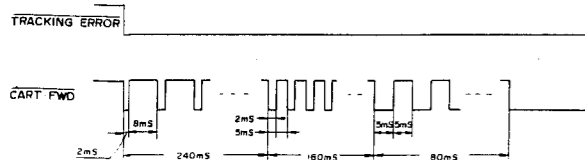

Figure 25-5
For example, at the start of playing the side A of a record, the tonearm is kept slantwise the angle of which is detected by the photo interrupter LED507 (now there is a light emission to the LED507), and the resultant signal (high level) is applied to pin ⑨ of IC507 where it is phaseinverted and shaped in waveform. Thus the signal becomes a low level signal and is sent to pin ④① of the microcomputer. Then the signal goes out of pin ⑤ of the microcomputer, which is a pulse shown in Fig. 25-5, and drives the cartridge motor, thus causing the tonearm to move forwards. As the tonearm further moves forwards, its slanting angle is no more detected by the LED507 (now there is no light emission to the LED507). Then the output of LED507 becomes low level so that the microcomputer is given no signal to stop rotation of the cartridge motor. This process is repeated as far as the record is playing. If there is something accidental to make slantwise the tonearm, the microcomputer works in such a way as to stop the tonearm forward motion: the tracking error is detected only when the tonearm is descending on the record surface where the low level signal from pin ④① of the microcomputer is emitted to drive the tracking sensor. The photo interrupters LED507 and LED508 are connected to IC502 (for driving the side A/side B indicator LED), and either LED507 or LED508 is selected with the output signal from the IC502 so that the tracking error detection occurs for either the side A playing or the side B playing.
Zu Beginn des Abspielens der Seite A einer Schallplatte wird der Tonarm schräg gehalten; der entsprechende Winkel wird vom Photounterbrecher LED507 erkannt (Lichtdurchstrahlung zum LED507), und das sich ergebende (hochpegelige) Signal wird dem Stift ⑨ von IC507 zugeleitet, wo es phasenumgekehrt und wellenförmig wird. Auf diese Weise wird das Signal zu einem niederpegeligen Signal, das dem Stift ④① des Mikrocomputers zugeleitet wird. Das Signal wird dann vom Stift ⑤ des Mikrocomputers abgeleitet; hierbei handelt es sich um einen in Abb. 25-5 gezeigten Impuls, der den Tonabnehmermotor antreibt, so daß sich der Tonarm vorwärts bewegt. Während sich der Tonarm vorwärts bewegt, wird dessen Neigungswinkel nicht mehr vom Photounterbrecher LED507 erkannt (keine Lichtdurchstrahlung zum LED507). Der Ausgang vom LED507 wird dann niederpegelig, so daß dem Tonabnehmermotor kein Signal zum Anhalten der Drehung des Tonabnehmermotors zugeleitet wird. Dieser Vorgang wird während der Dauer der Schallplattenwiedergabe wiederholt. Kommt der Tonarm aus Versehen in eine schräge Lage, sorgt der Mikrocomputer für einen Halt der Tonarm-Vorwärtsbewegung: der Abtastfehler wird nur beim Absenken des Tonarmes auf die Schallplattenoberfläche erkannt, wo das niederpegelige Signal vom Stift ④① des Mikrocomputers zum Antreiben des Spurfehl-Winkelsensors abgeleitet wird. Die Photounterbrecher LED507 und LED508 sind mit dem integrierten Schaltkreis IC502 (zum Antreiben der Leuchtdiodenanzeigen für die Seiten A und B) verbunden, und entweder LED507 oder LED508 wird durch das Ausgangssignal vom IC502 gewählt, so daß der Abtastfehler entweder beim Abspielen der Seite A oder B erkannt wird.
Par exemple au démarrage de la lecture de la face A d'un disque, le bras est maintenu incliné à un angle qui est détecté par le photo-interrupteur LED507 (il y a maintenant une émission de lumière à la LED507) et le signal résultant (de niveau haut) est appliqué à la broche ⑨ de IC507 où sa phase est inversée et son onde est formée. Le signal devient ainsi un signal de niveau bas qui est envoyé à la broche ④① du microprocesseur. Puis le signal sort à la broche ⑤ du microprocesseur, qui est l'impulsion montrée sur la Fig. 25-5 et entraîne le moteur de la cellule, avançant ainsi le bras. Comme le bras se déplace vers l'avant, son angle d'inclinaison n'est plus détecté par la LED507 (maintenant il n'y a pas d'émission de lumière à la LED507). Puis la sortie de la LED507 passe au niveau bas de telle sorte que le microprocesseur ne reçoive pas de signal et arrête l'opération du moteur de la cellule. Ce procédé est répété tant que le disque est lu. S'il y a un fait accidentel qui incline le bras, le microprocesseur fonctionne pour arrêter le mouvement d'avance du bras: l'erreur de pistage n'est détectée que quand le bras est en cours de descente sur la surface du disque où le signal de niveau bas de la broche ④① du microprocesseur est émis pour entraîner le sensor de pistage. Les photo-interrupteurs LED507 et LED508 sont connectés à IC502 (pour l'entraînement de la LED de témoin face A/face B) et la LED507 ou la LED508 est sélectionnée avec le signal de sortie de IC502 de telle sorte que la détection d'erreur de pistage se produise pour la lecture de la face A ou pour la lecture de la face B.